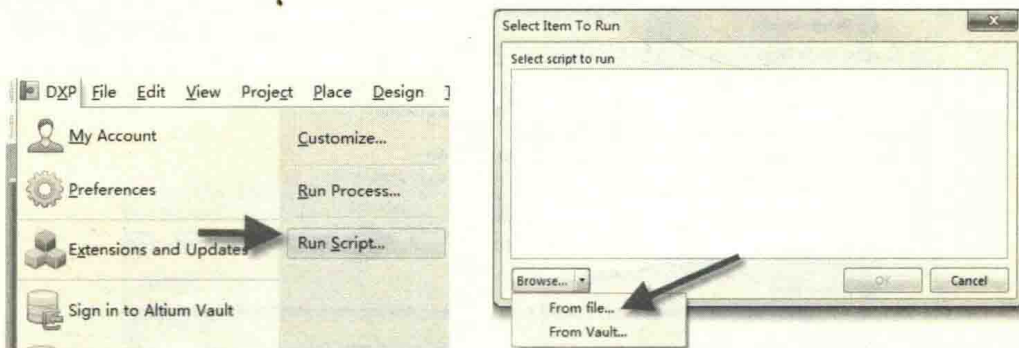

图 11-35 加载 Logo 转换脚本
(2) 下面开始导入步骤。打开 Altium Designer，执行菜单命令“DXP-Run Script...”，进入选择脚本界面，选择“From file...”命令，如图 11-35 所示，在“C:\Program Files(x86)\Altium17\Examples\Scripts\Delphiscript Scripts\Pcb\PCB Logo Creator”路径下找到 PCB Logo 导入的脚本“PCBLogoCreator.PRJSCR”，单击“打开”按钮。